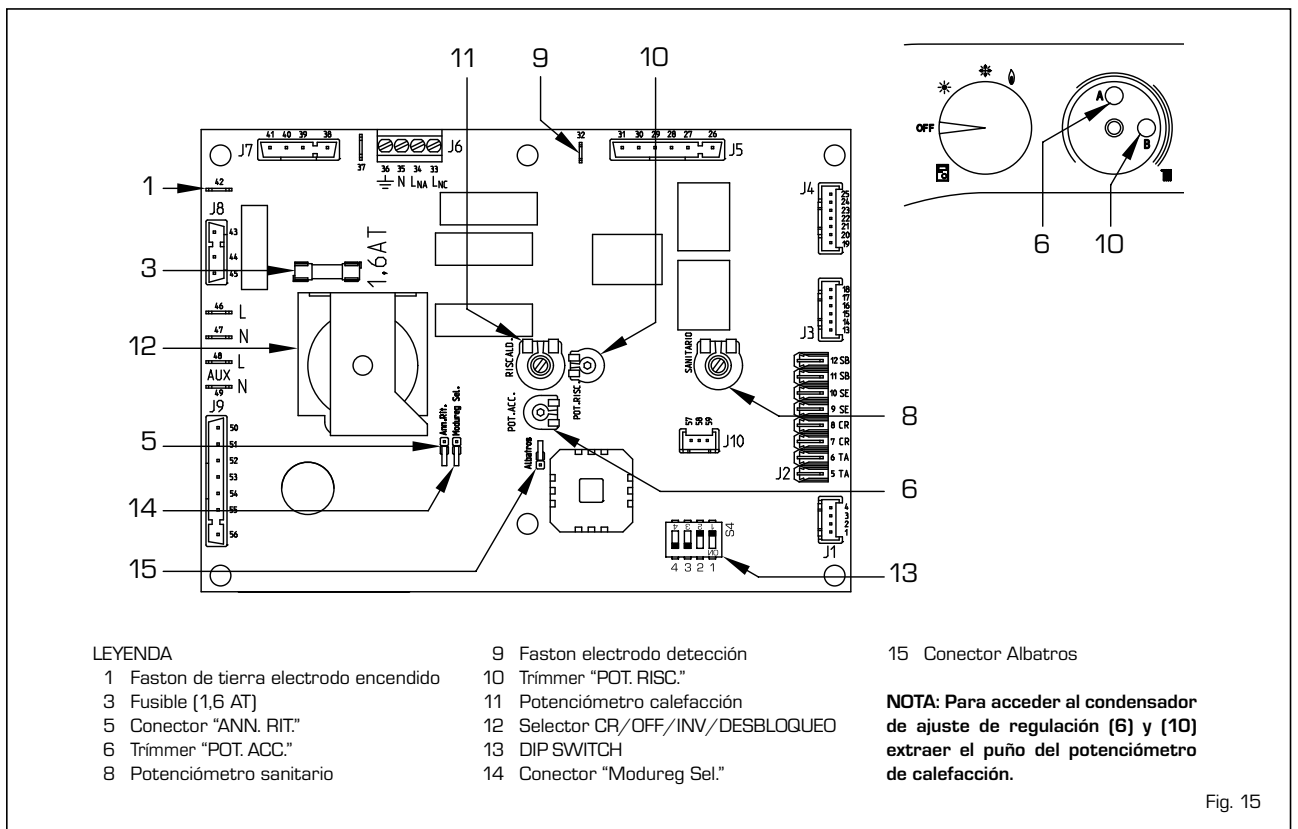

Fig. 15
- Trimmer "POT. RISC." (10 fig. 15)
- Trimmer "POT. ACC." (6 fig. 15)
- Conector "ANN. RIT." (5 fig. 15)
- DIP SWITCH (13 fig. 15)
- Conector "Modureg Sel." (14 fig. 15)
- Conector "Albatros" (15 fig. 15)
de calefacción, modificando la calibración de fábrica, cuyo valor de potencia es de 58 kW, es necesario actuar con un destornillador sobre el condensador de ajuste de la potencia de calefacción (10 fig. 15). Para aumentar la presión de trabajo girar el condensador de ajuste en sentido horario, para reducirla girar el condensador de ajuste en sentido antihorario.